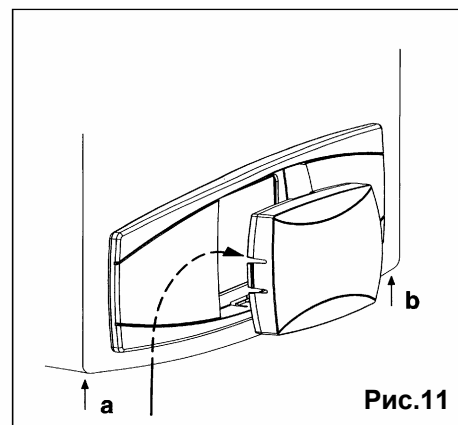

Рис.11
1. Отвинтить два винта (а - б рис.11), которые фиксируют корпус котла;
2. Приподнять слегка корпус и рукой выдавить наружу крышку передней панели (рис.11);
6. Закрыть корпус котла, завинтить два винта, которые его фиксируют (рис.11).
1. отвинтить два винта (**a** - **b** рис.11), которые фиксируют корпус котла;